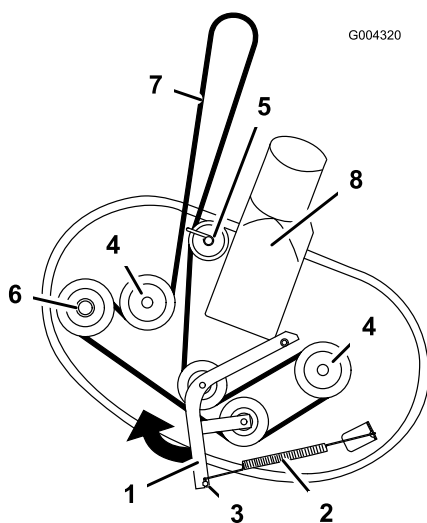

Figura 58
5. Afloje el herraje que sujeta la guía de la correa a la polea trasera (Figura 58).
6. Tire del brazo tensor en el sentido que muestra Figura 58 y retire la correa de las poleas.
8. Tire de la polea tensora en el sentido que muestra Figura 58 y pase la correa por la polea tensora y las poleas de los ejes (Figura 58).
9. Apriete el herraje que sujeta la guía de la correa a la polea trasera (Figura 58).
7. Pase la correa nueva alrededor de las poleas del motor y del cortacésped (Figura 58). Instale la correa nueva por debajo de la guía de la correa y alrededor de la polea trasera.